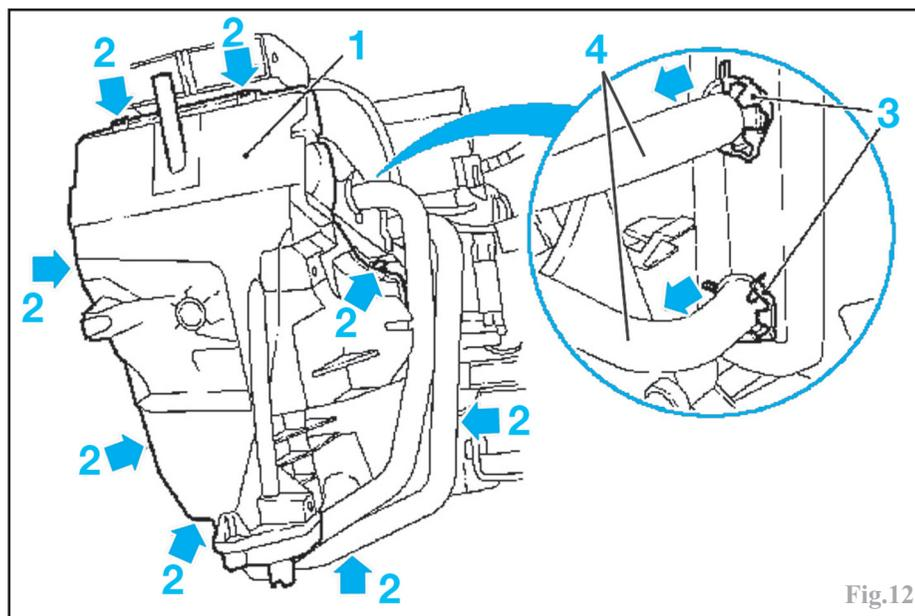
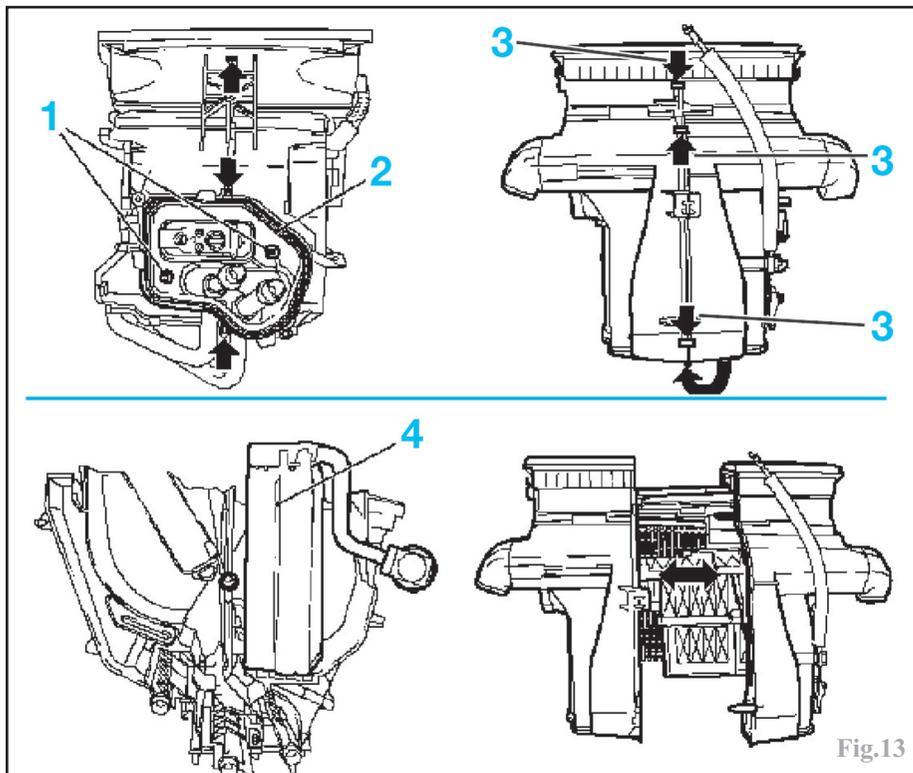

Fig.12
Fig.13
-le couvercle inférieur (1) du bloc de chauffage en dépliant les 8 agrafes (2) (Fig.12).
-les agrafes (3) des canalisations (4) de chauffage et retirer les canalisations.
-les 2 vis (1) du couvercle arrière (2) (Fig.13).